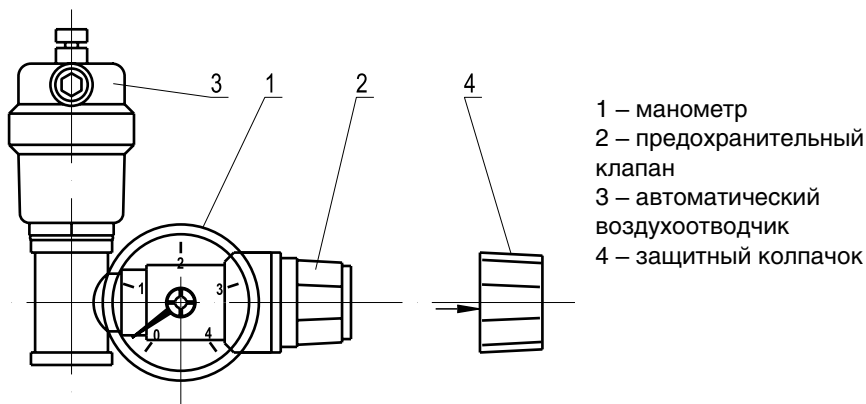

Рис. 9
- Провести визуальный контроль целостности узлов входящих в состав предохранительной сборки Рис.9.
- Снять защитный колпачок (4), слегка потянув его по направлению стрелки.
- Повернуть рукоятку предохранительного клапана (2) против часовой стрелки до характерного щелчка, при этом стрелка манометра должна показать падение давления (отклониться влево).
- Надеть защитный колпачок (4) на прежнее место.